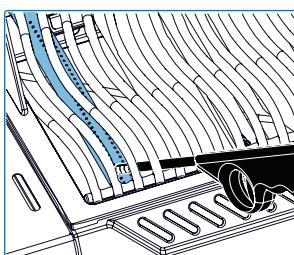
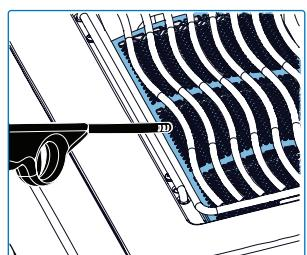

Fig. 11
Fig. 12
- Aprire il coperchio del bruciatore/della griglia. (**Fig. 11, Fig. 12**)